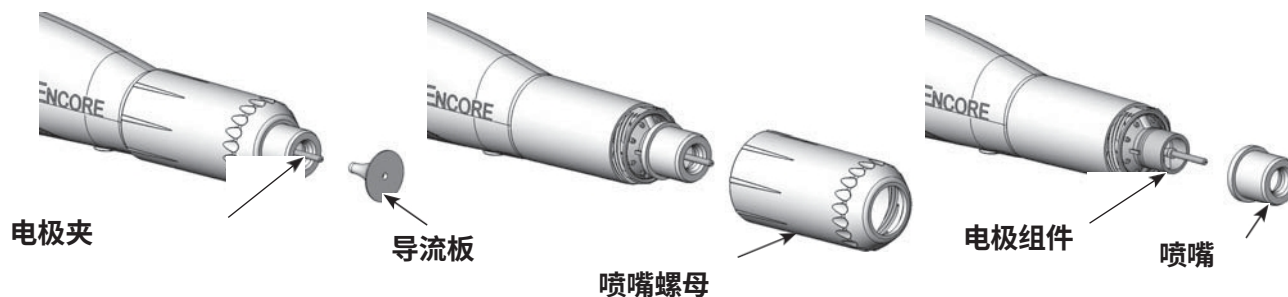

图 7 更换锥形喷嘴
2. 见图 7。将偏转器从电极组件上轻轻拉下。如果只是更换导流板，则将新导流板装到电极组件上，注意不要电极线。